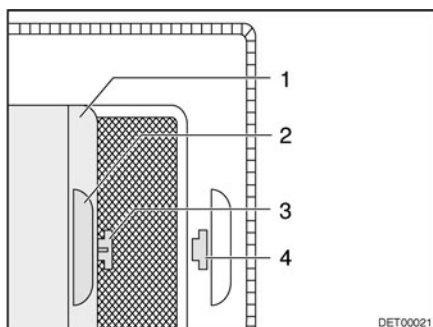

Fig. 63 Persiana oscurecedora enrollable
- Tirar de la persiana oscurecedora enrollable (Fig. 63,1) por el asidero (Fig. 63,2) y enganchar el gancho (Fig. 63,3) en el orificio (Fig. 63,4).
- Sacar el gancho (Fig. 63,3) del orificio (Fig. 63,4) y devolver a su posición la persiana oscurecedora enrollable.